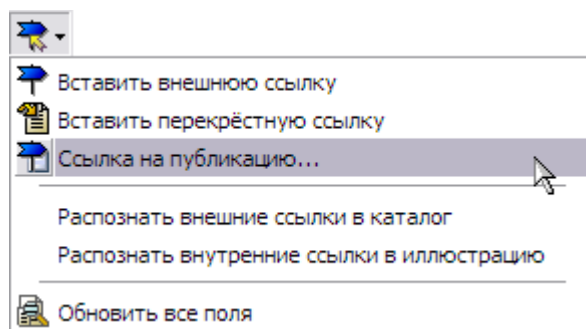

Рис. 3.226
2. На инструментальной панели **Объекты** нажмите на кнопку **Ссылки и поля**  (Рис. 3.226).